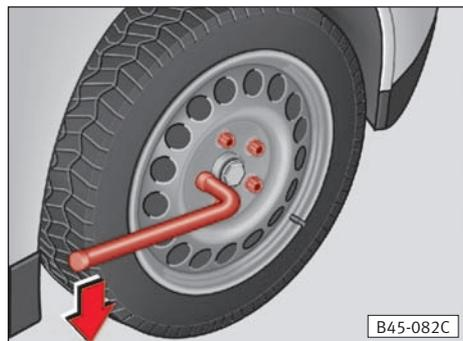

Fig. 140
– Innestare la chiave in battuta sulla vite ⇒ **fig. 140** e ruotare a sinistra, afferrando la chiave vicino all'estremità.